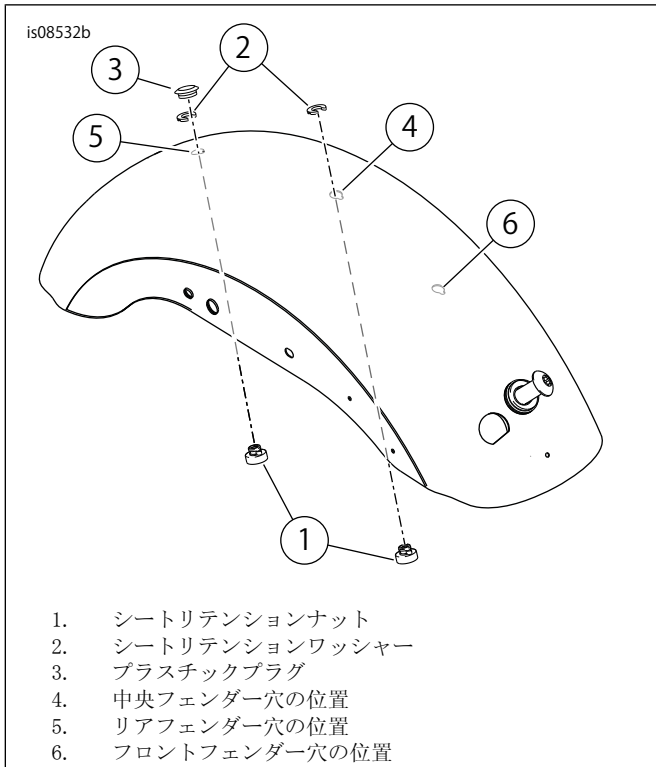

図2。シート固定ナットおよびワッシャーの位置
2. 「図2」を参照してください。フェンダーのリア穴位置からプラスチックプラグ(3)を外します。